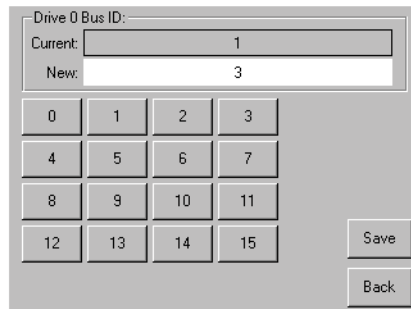

図3-2. [Drive 0 Bus ID]画面
- a. [Drive 0 Bus ID:]の隣にあるボックスを選択します。[Drive 0 Bus ID]画面が表示されます (図3-2を参照)。この画面には、現在のドライブ0のバスIDと、新しく設定するバスIDが表示されます。